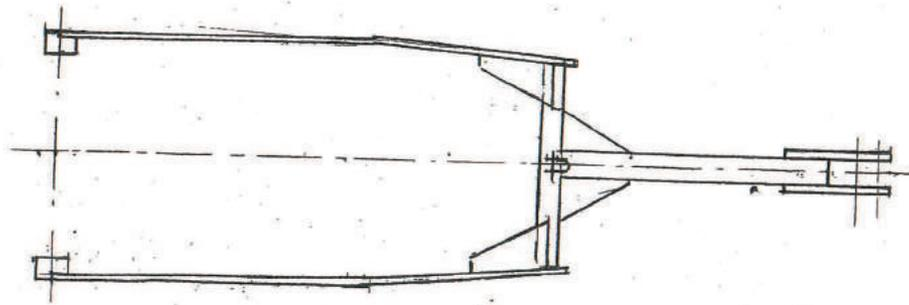
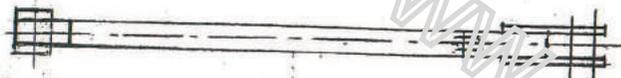
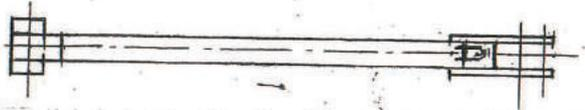
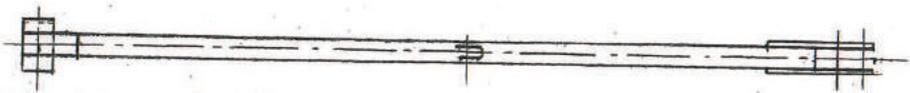

Рис.5
Рис.6
Рис.7
Рис.8
- 3.7 Грядиле: обводной (рис. 5), односторонние правый, левый (рис. 6,6а), короткий (рис. 7) и длинный (рис. 8) являются переходным звеном между рабочими органами и рамой.